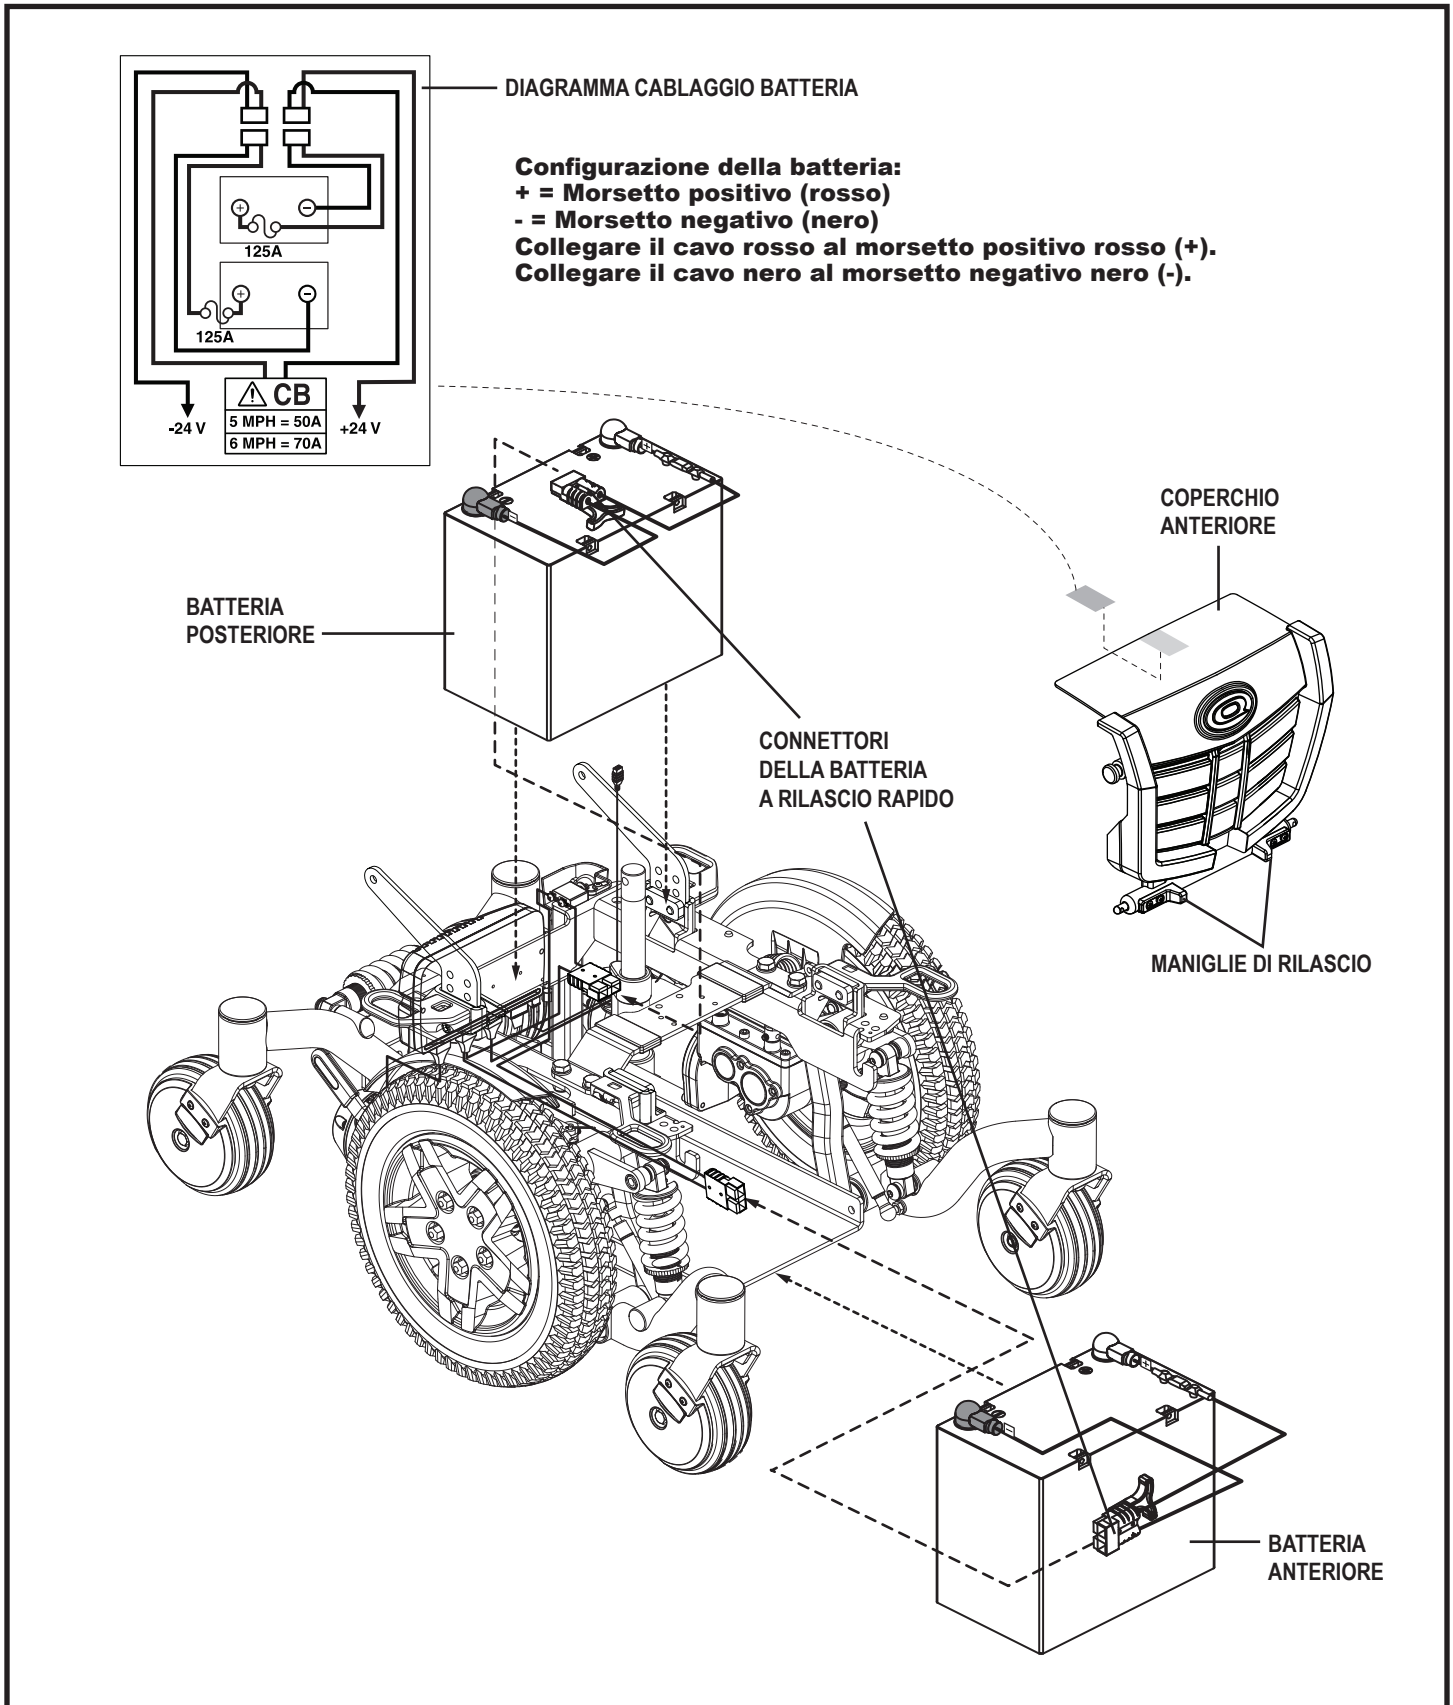

Figura 24. Installazione della batteria
6. Rimuovere il coperchio anteriore stringendo le maniglie di rilascio (**vedere la figura 24**), sollevarlo verso l’alto e allontanarlo dalla base elettronica.
13. Collegare il gruppo batteria alla nuova batteria anteriore, seguendo il diagramma di cablaggio corrispondente. **Vedere la figura 24.**
14. Collegare il gruppo batteria alla nuova batteria posteriore, seguendo il diagramma di cablaggio corrispondente. **Vedere la figura 24.**